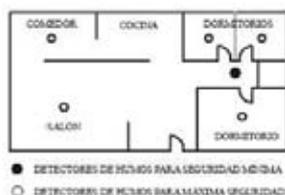

Figura 1: INSTALACIÓN DE LOS DETECTORES DE HUMOS EN VIVIENDAS UNIFAMILIARES CON UNA SOLA ZONA DE DORMITORIOS.
- Instale un detector de humos en el vestíbulo fuera de la zona de dormitorios, como muestra la Figura 1.